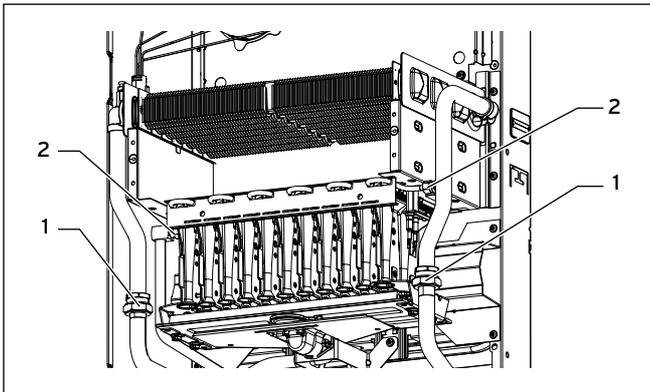

Fig. 8.4 Smontaggio dello scambiatore termico principale (sporcizia tenace)
- Allentare il raccordo a vite dei tubi di raffreddamento a destra e a sinistra del bruciatore; vedere (2) nella fig. 8.4.
- Allentare le 4 viti che fissano il bruciatore al telaio (2).
- Staccare le spine degli elettrodi di accensione e sorveglianza (1).
- Allentare la vite del tubo del gas (3).